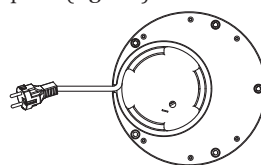

Fig. 18
- Per riavvolgere il cavo elettrico, fatelo rientrare manualmente nell'apposita sede, senza tenderlo eccessivamente, in modo da disporlo correttamente su più spire. (fig. 18)